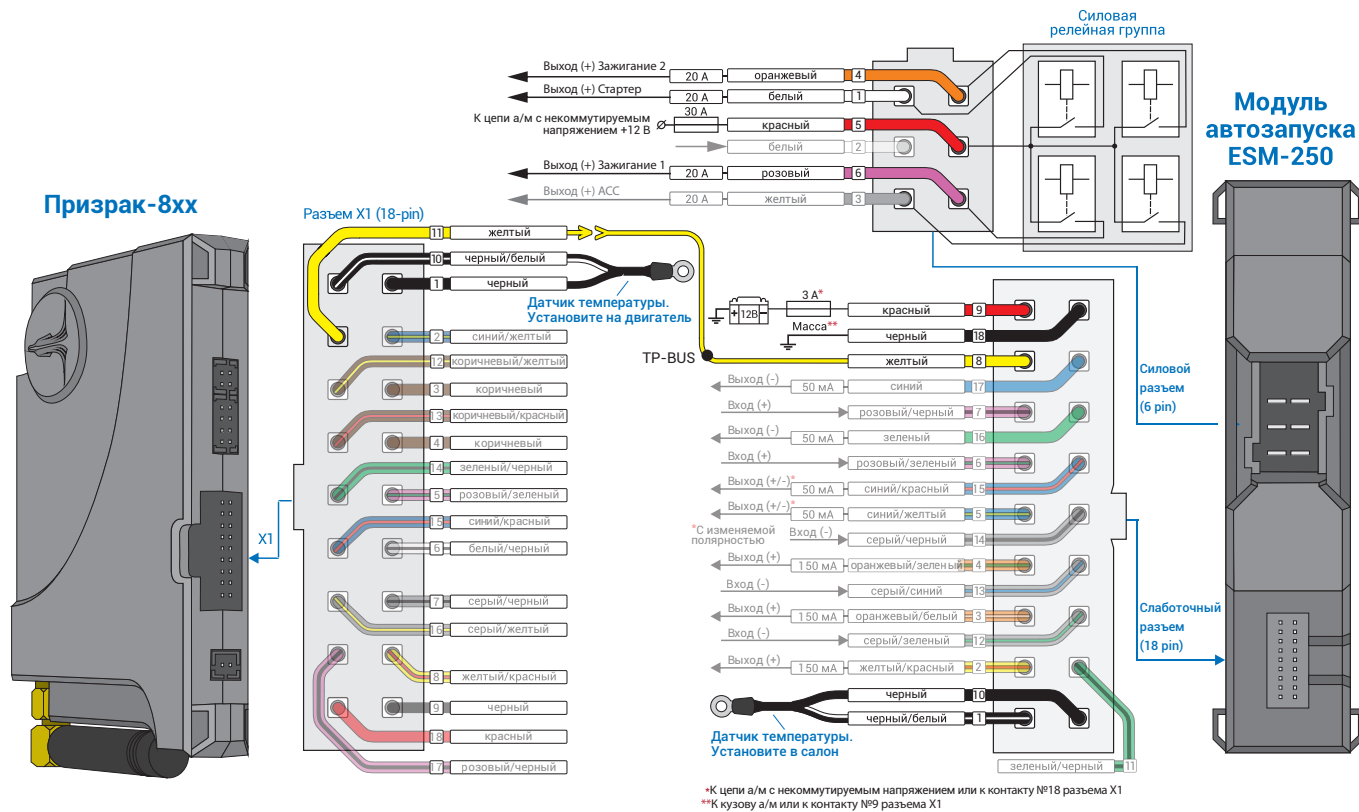
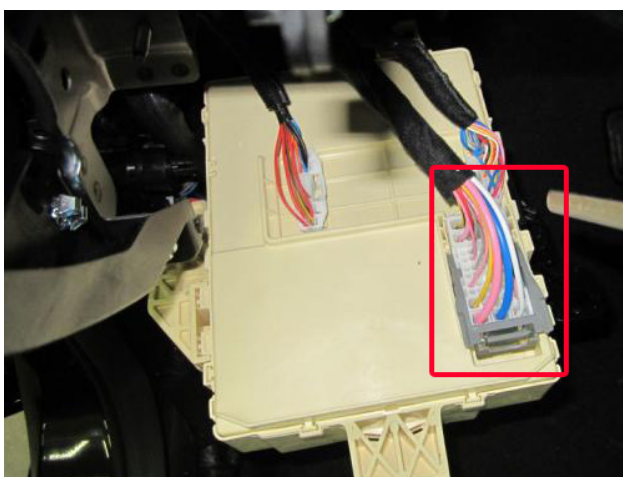

Рис.4 Подключение модуля автозапуска ESM-250
Рис.5 Место подключения к силовым цепям запуска двигателя
4. Подключите модуль автозапуска ESM-250 – выводы модуля, которые требуется подключить выделены на рис. 4. Подключение к автомобилю производится в разъеме на задней части блока предохранителей (см. рис. 5, 6).